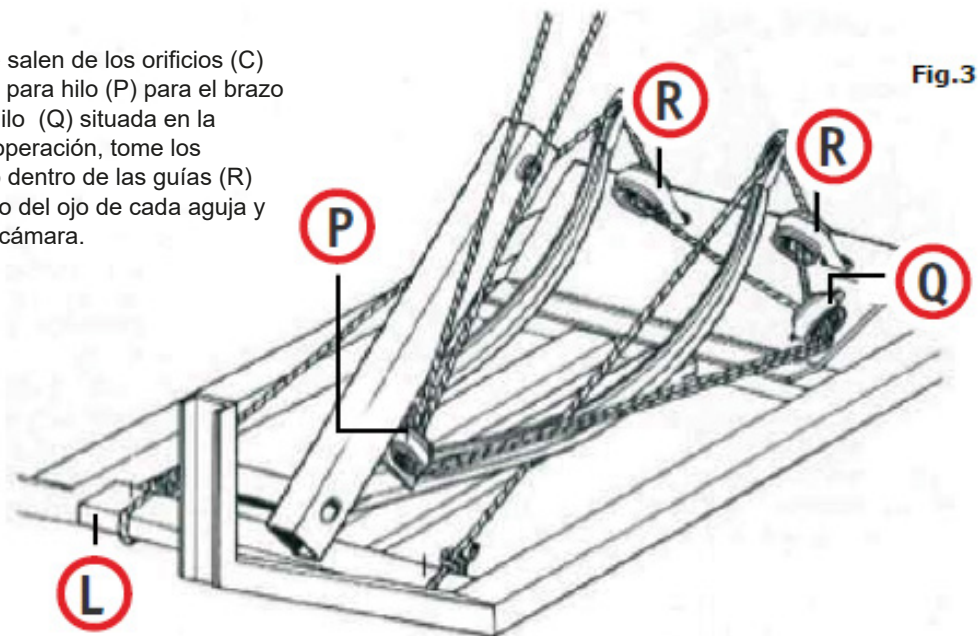

Fig.3
#### 4. COMO SE SUGIERE EN LA FIG. 3:
Gire el disco en forma de estrella (C) manualmente hasta que la palanca del anudador se suelte (G). Gire el volante manualmente en sentido contrario a las manecillas del reloj para presionar las agujas hacia arriba para que el anudador agarre hilos y entonces siga girando hasta que las agujas se detengan. En este punto, suelte los hilos de la barra transversal inferior (L) (Fig. 3). La máquina está lista para empacar.